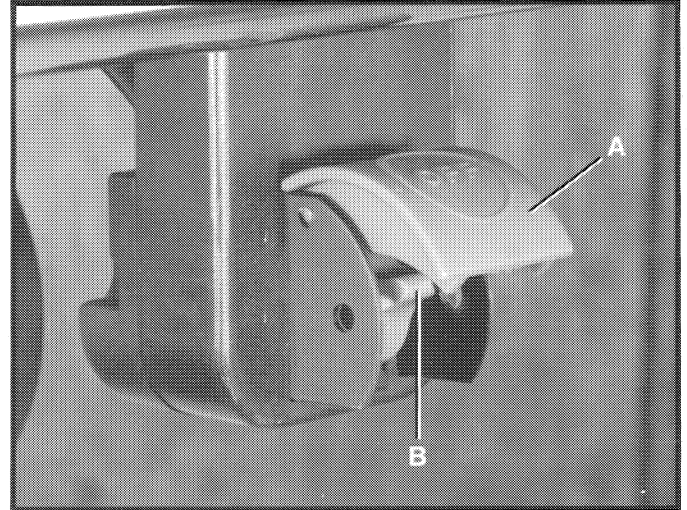

Fig. 61
1. El interruptor de encendido/apagado se encuentra debajo del escudo del interruptor (A) Fig. 61. Para ENCENDER la sierra, mueva el gatillo (B) del interruptor a la posición elevada.
2. Para APAGAR la sierra, sencillamente empuje el escudo (A) Figs. 61 y 62 del interruptor hacia abajo.